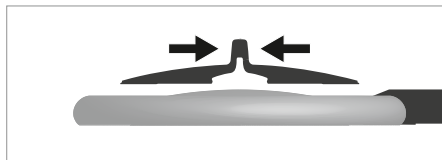

Fig. 2: Montare la copertura della lente.
- Schiacciare la parte superiore della copertura della lente, vedi Fig. 2.